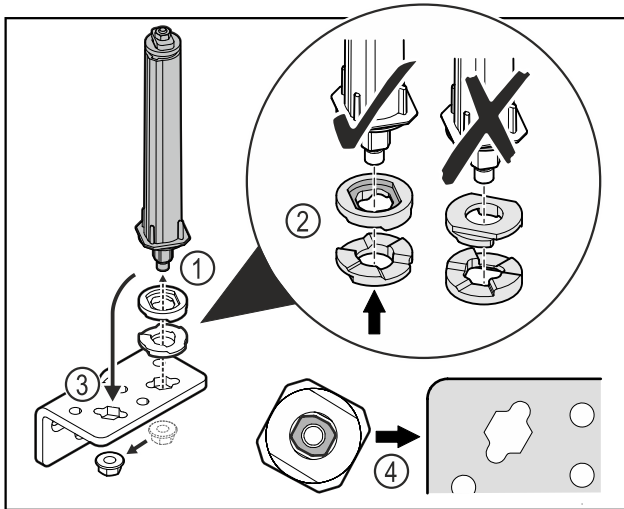

Fig. 33
- ▶ Svitare il dado e rimuovere il sistema di chiusura della porta Fig. 33 (1).
- ▶ Assicurarsi che le rondelle per la regolazione dell'altezza siano rivolte nel verso giusto Fig. 33 (2).
- ▶ Spostare il sistema di chiusura della porta nella cerniera angolare e fissarlo con il dado Fig. 33 (3).
- ▶ Durante l'inserimento del sistema di chiusura della porta assicurarsi che sia rivolto nel verso giusto Fig. 33 (4).